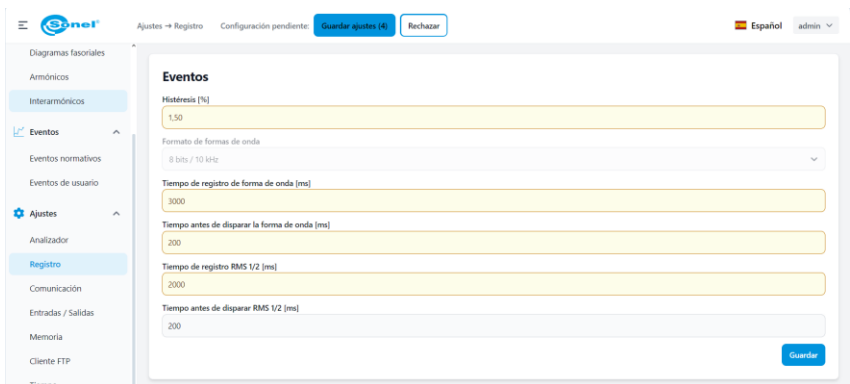

Fig. 5. Cambiar los ajustes
- Después de cambiar los ajustes, haga clic en **GUARDAR**. Los cambios introducidos se marcarán en un color diferente. En la barra superior se mostrarán botones adicionales **GUARDAR AJUSTES** y **RECHAZAR** con la inscripción **CONFIGURACIÓN PENDIENTE** (Fig. 5).